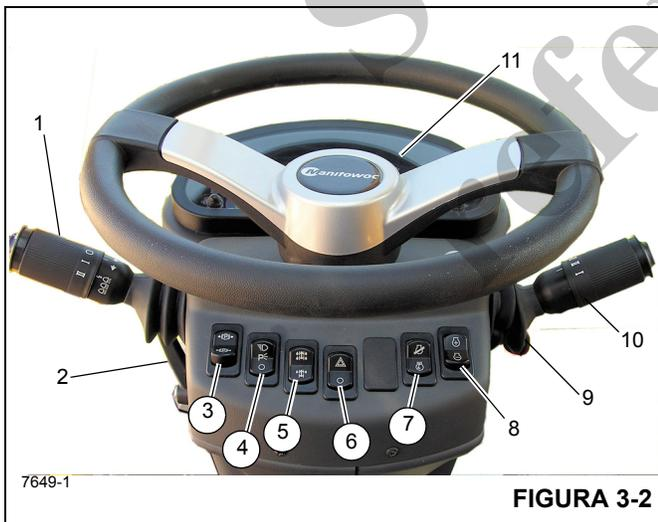

Figura 3-2 - Números de artículos
Todos los controles e indicadores para el uso y monitoreo de las funciones de la grúa se encuentran en el interior de la cabina de la grúa Figura 3-2 e incluyen lo siguiente:
El conjunto de la columna de dirección en la Figura 3-2 es una columna de dirección telescópica e inclinable tipo pedestal. Tiene la capacidad de inclinarse 30° hacia adelante o levantarse verticalmente aproximadamente 63.5 mm (2.5 pulg). También incluye el interruptor de encendido y la pantalla de medidores del bus CAN (11) (Figura 3-2).
La palanca de los señalizadores de viraje y los controles del limpia/lavaparabrisas (1) (Figura 3-2) se encuentran en el lado izquierdo de la columna de la dirección. Empuje la palanca de señalizadores de viraje hacia abajo para que las luces señalizadoras delantera y trasera izquierdas destellen. Empuje la palanca de señalizadores de viraje hacia arriba para que las luces señalizadoras delantera y trasera derechas destellen.
La columna de control de dirección se puede girar hacia adelante a aproximadamente 30° y se puede elevar aproximadamente 63.5 mm (2.5 pulg). Mueva la palanca de control (2) (Figura 3-2) hacia abajo para bloquear la columna de dirección en su lugar; al girar la palanca hacia arriba se desbloquea la columna de dirección para ajustarla.
El control del freno de estacionamiento (3) (Figura 3-2) se encuentra en la parte delantera de la columna de dirección. Este interruptor de dos posiciones (encendido y apagado) sirve para aplicar y soltar el freno de estacionamiento instalado en la línea impulsora. La luz indicadora roja del freno de
El interruptor de faros (4) (Figura 3-2) se encuentra en la parte delantera de la columna de dirección. Este interruptor de tres posiciones (apagado/estacionamiento/faros) controla el funcionamiento de las luces de los medidores, los LED de los controles y las luces de posición en las partes delantera y trasera y los costados de la grúa. Cuando el interruptor está en la posición de encendido, las luces de la columna de dirección y de interruptores se iluminan.
El selector de eje motriz (5) (Figura 3-2) se encuentra en la parte delantera de la columna de dirección. Este interruptor de dos posiciones se usa para seleccionar la tracción en dos (gama alta) o en cuatro ruedas (gama baja). El interruptor regula una válvula de solenoide (energizado para la tracción en dos ruedas) que acciona los cilindros de gama de marcha y de desconexión del eje en la transmisión. Cuando el interruptor está en la posición de tracción en cuatro ruedas, la luz indicadora del eje motriz en la columna de dirección se ilumina.
El interruptor de luces de advertencia (6) (Figura 3-2) se encuentra en la parte delantera de la columna de dirección. Al activarlo, el interruptor de dos posiciones hace que los cuatro señalizadores de viraje destellen al mismo tiempo. Cuando el interruptor se coloca en la posición de encendido, las luces de indicador de señalizadores de viraje en la columna de dirección destellarán.
El interruptor de control de diagnóstico/velocidad del motor (7) (Figura 3-2) es un interruptor de dos posiciones, encendido y apagado, que se utiliza para acceder a los códigos de falla del motor o habilitar el control de ralentí lento y las funciones de velocidad del motor.
código de falla del motor activo, utilice el interruptor de aumento/reducción (8) (Figura 3-2) para navegar hacia adelante o hacia atrás por los códigos de falla. Si no hay códigos de falla del motor, se mostrarán ceros en la pantalla de la columna de dirección.
Función de ralentí del motor — Con el motor en funcionamiento y la parte superior del interruptor de control de diagnóstico/velocidad del motor presionada, se puede ajustar la velocidad de ralentí lento del motor mediante el interruptor de aumento/reducción (8) (Figura 3-2).
Función de ralentí del motor — Con el motor en funcionamiento y la parte inferior del interruptor de control de diagnóstico/velocidad del motor presionada, se puede ajustar la velocidad del motor mediante el interruptor de aumento/reducción (8) (Figura 3-2).
El interruptor de aumento/reducción (8) (Figura 3-2) es un interruptor momentáneo de tres posiciones con la posición en el centro de apagado. Utilice este interruptor para navegar hacia adelante o hacia atrás a través de los códigos de falla del motor o ajustar la velocidad del motor.
Función de diagnóstico — Con el interruptor de encendido en la posición de marcha, el motor apagado y la parte superior del interruptor de control de diagnóstico/velocidad del motor (7) (Figura 3-2) presionada, presione la parte superior o inferior del interruptor de aumento/reducción para navegar hacia arriba o hacia abajo por los códigos de falla del motor que se muestran en la pantalla de la columna de dirección. Si no hay códigos de falla del motor, se mostrarán ceros en la pantalla de la columna de dirección.
Función de ralentí lento del motor — Con el motor en funcionamiento y la parte superior del interruptor de control de diagnóstico/velocidad del motor (7) (Figura 3-2) presionada, presione la parte superior o inferior del interruptor de aumento/reducción para aumentar o reducir la velocidad de ralentí lento del motor.
Función de velocidad del motor — Con el motor en funcionamiento y la parte inferior del motor interruptor de control de diagnóstico/velocidad del motor (7) (Figura 3-2) presionada, el interruptor de aumento/reducción se utiliza para ajustar la velocidad del motor. Presione rápidamente la parte superior del interruptor una vez para ajustar la velocidad del motor al máximo; presione rápidamente la parte inferior del interruptor una vez para ajustar la velocidad del motor a ralentí lento. En caso de que la velocidad del motor esté por debajo del ajuste de velocidad máxima del motor, si se mantiene presionada la parte superior del interruptor, esto causará que la velocidad del motor aumente lentamente; suelte el interruptor una vez alcanzada la velocidad del motor deseada. En caso de que la velocidad del motor esté por encima del ajuste de velocidad mínima del motor, si se mantiene presionada la parte inferior del interruptor, esto causará que la
La palanca de cambios de la transmisión (10) (Figura 3-2) se encuentra en el lado derecho de la columna de la dirección. Esta palanca de control acciona la válvula selectora de la transmisión por medios eléctricos. Si se desplaza la palanca hacia arriba se activan las marchas de avance y si se la desplaza hacia abajo se activan las marchas de retroceso. Cuando la palanca se encuentra en el punto muerto, reposa en un tope. Para poder mover la palanca hacia arriba o hacia abajo, tire de ella hacia arriba primero. Para cambiar la transmisión a primera, segunda o tercera marcha, gire la perilla a la posición 1, 2 ó 3.